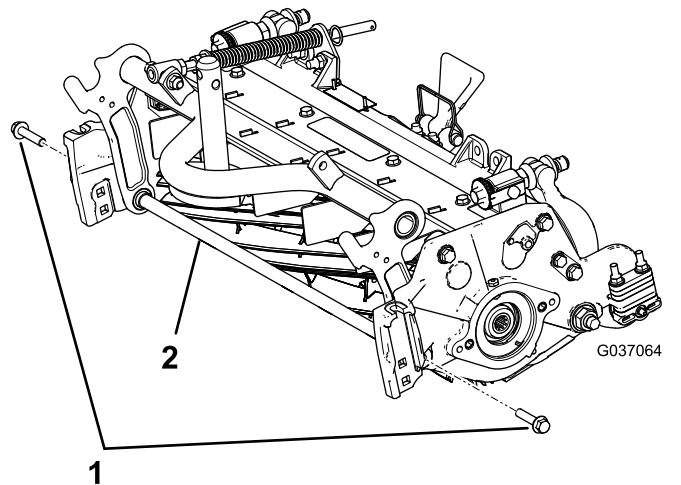

Рисунок 4
- A. Выверните два болта с фланцевыми головками, которые крепят несущий стержень, и снимите несущий стержень (Рисунок 4).